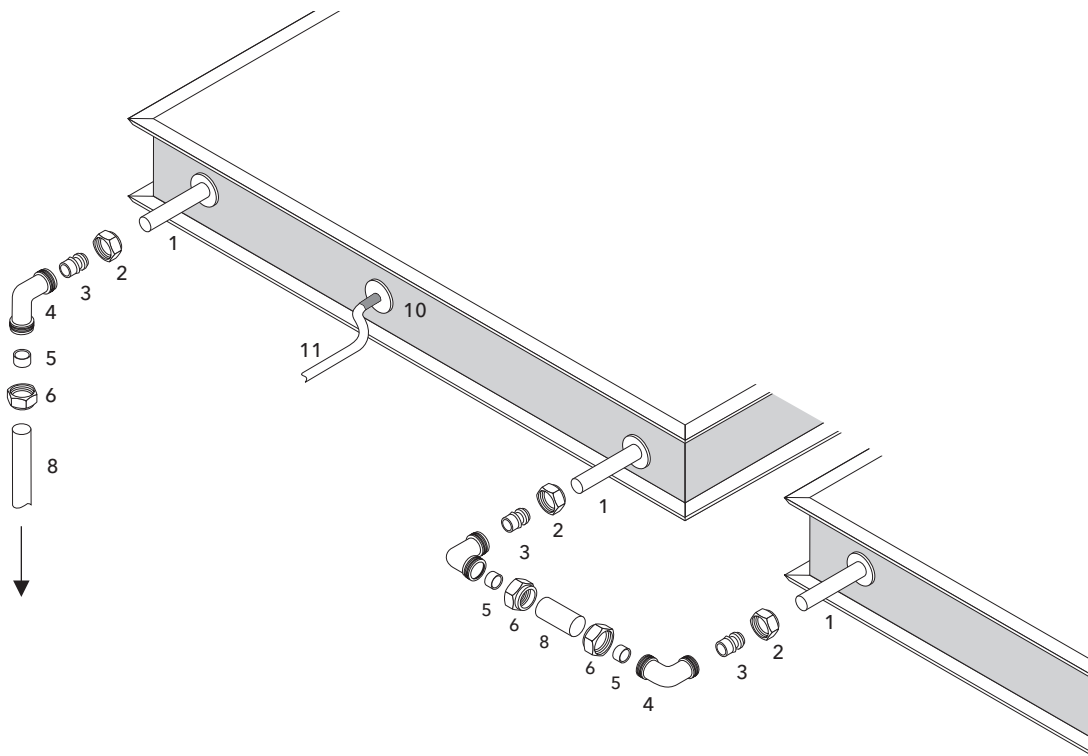

Fig. 26 Liaison de deux capteurs juxtaposés l'un sur l'autre.
- Lors du montage de deux capteurs, les raccords voisins des capteurs (Fig. 26 et 27, 1) doivent être raccordés ensemble à l'aide d'un tube cuivre 12 mm (8) à prévoir par l'installateur. Si les capteurs sont superposés, on utilisera pour cela deux coudes à visser (Fig. 26-4).